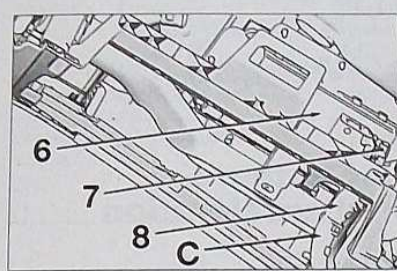

FIG. 14
Débrancher les connecteurs (7) (Fig.14)